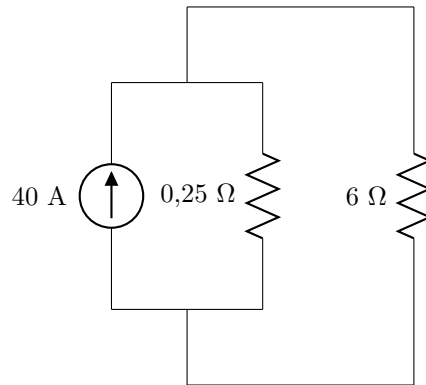

Figura 2.20: Circuito del problema 20.
20. En el circuito de la figura 2.20 calcula: a) la potencia que entrega la fuente; b) la potencia disipada en la resistencia de  $6 \Omega$ .